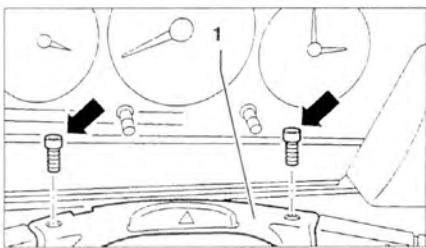

Рис. 10.27. Выкрутите винты (стрелки). Снимите верхнюю панель с выключателя зажигания на рулевой колонке 1.
8. Выкрутите винты (стрелки) (рис. 10.27). Снимите верхнюю панель с выключателя зажигания на рулевой колонке 1.